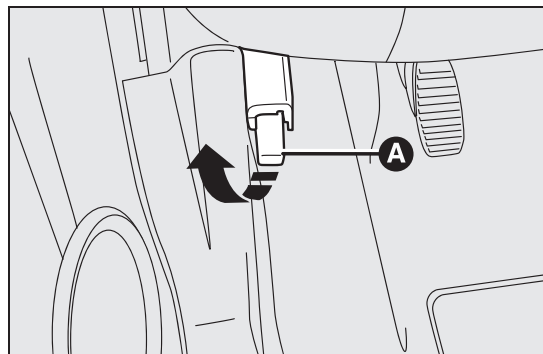

fig. 59
- ☐ trek de hendel A fig. 59 in de richting van de pijl;